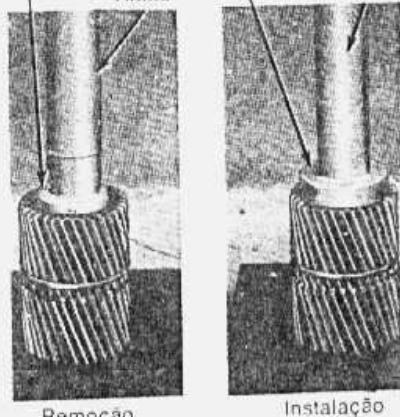

fig. 87 — substituição da bucha da engrenagem solar
4. Substituir, se necessário, as buchas da engrenagem solar. Utilizar a ferramenta mostrada pela fig. 87 e, com uma prensa, extraí-las as buchas.
1. Instalar buchas novas na engrenagem solar com a ferramenta mostrada pela fig. 87.